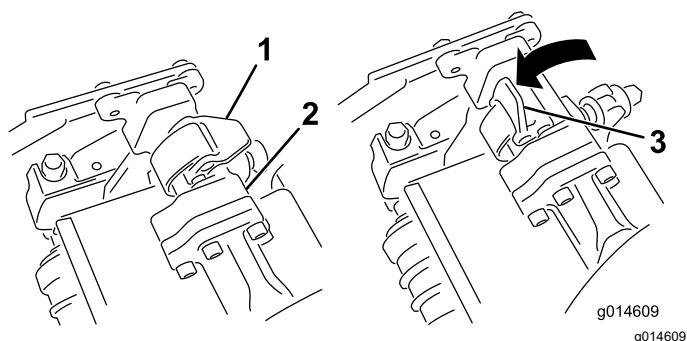

Рисунок 54
4. Когда защелки на штанге рычага подвески направлены вверх (т.е. открыты) (Рисунок 54), нажмите на рычаг подвески так, чтобы штанга села на поперечный стержень наверху режущего блока (Рисунок 55).
5. Опустите защелки и поверните вокруг стержня режущего блока и заблокируйте их (Рисунок 54).
5. Откройте защелки на штанге рычага подвески режущего блока, который необходимо снять (Рисунок 54).